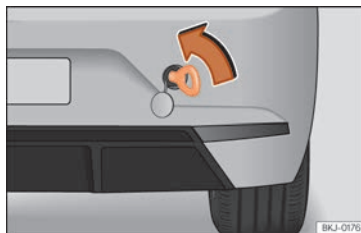

Abb. 160 Auf der rechten Seite des hinteren Stoßfängers: Eingeschraubte Abschleppöse.
- Drehen Sie die Abschleppöse **entgegen dem Uhrzeigersinn** so fest wie möglich in die Aufnahme » (Abb. 160) , » S. 264. Verwenden Sie ein geeignetes Hilfsmittel, um die Abschleppöse festzuziehen.